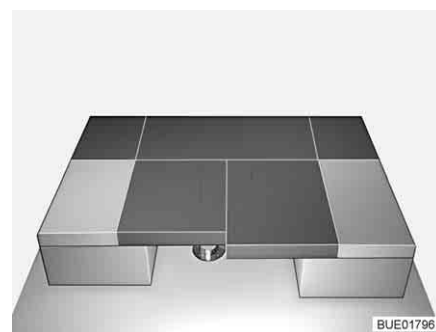

Fig. 105 Dopo la trasformazione
- Spingere entrambi i cuscini del divano tra i cuscini dello schienale (vedi Fig. 105).